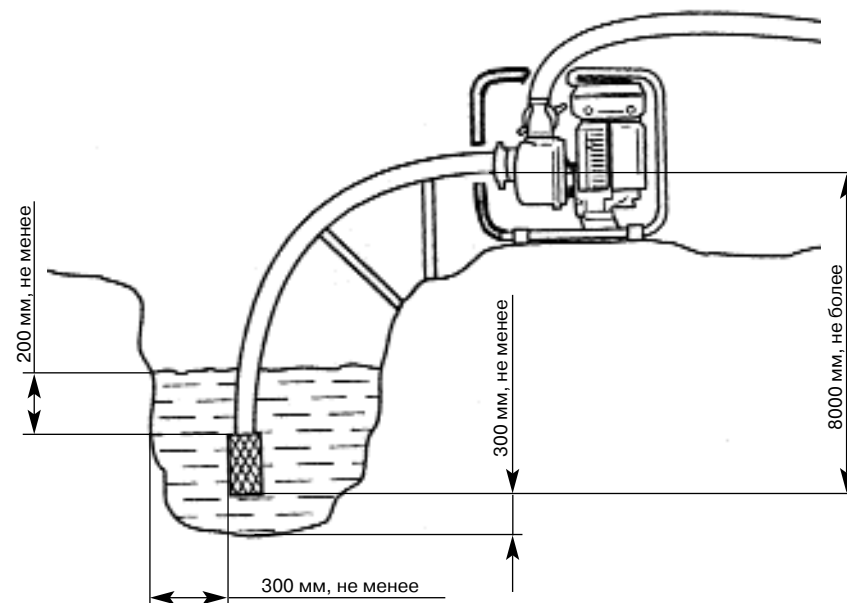

рис. 4
- 6.7. Установить мотопомпу вблизи водоема (емкости); опустить фильтр всасывающего рукава в водоем, обеспечив вертикальное положение фильтра, как показано на рис. 4; отвернуть верхнюю пробку 10; залить через воронку чистую воду до полного заполнения внутренних полостей насоса, напорный рукав у патрубка при этом должен быть выше на 70—100 мм от корпуса насоса. Признаком полного заполнения является отсутствие выхода воздушных пузырьков из корпуса. Плотнотой заверните пробку 10. Мотопомпу установить на ровную площадку с минимально возможным наклоном относительно горизонтальной поверхности, но не более 10° во избежание поломки двигателя из-за недостаточной смазки.
- установить мотопомпу как показано на рис. 4;